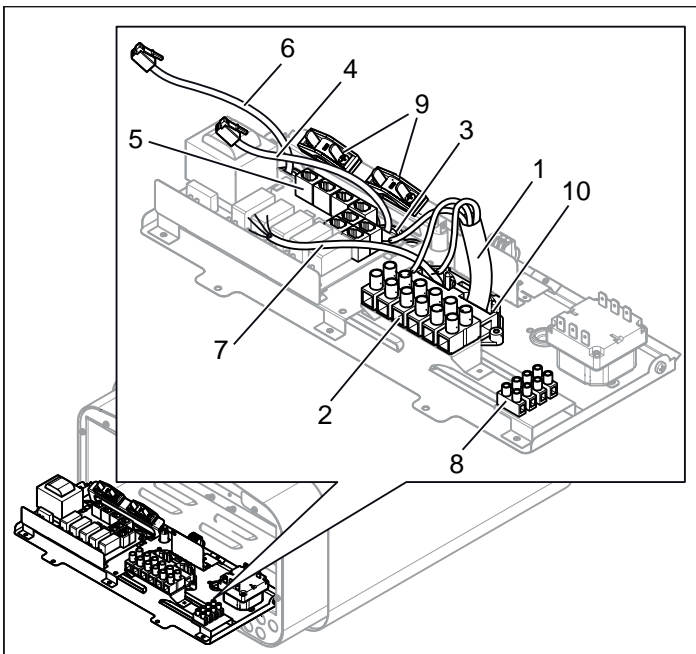
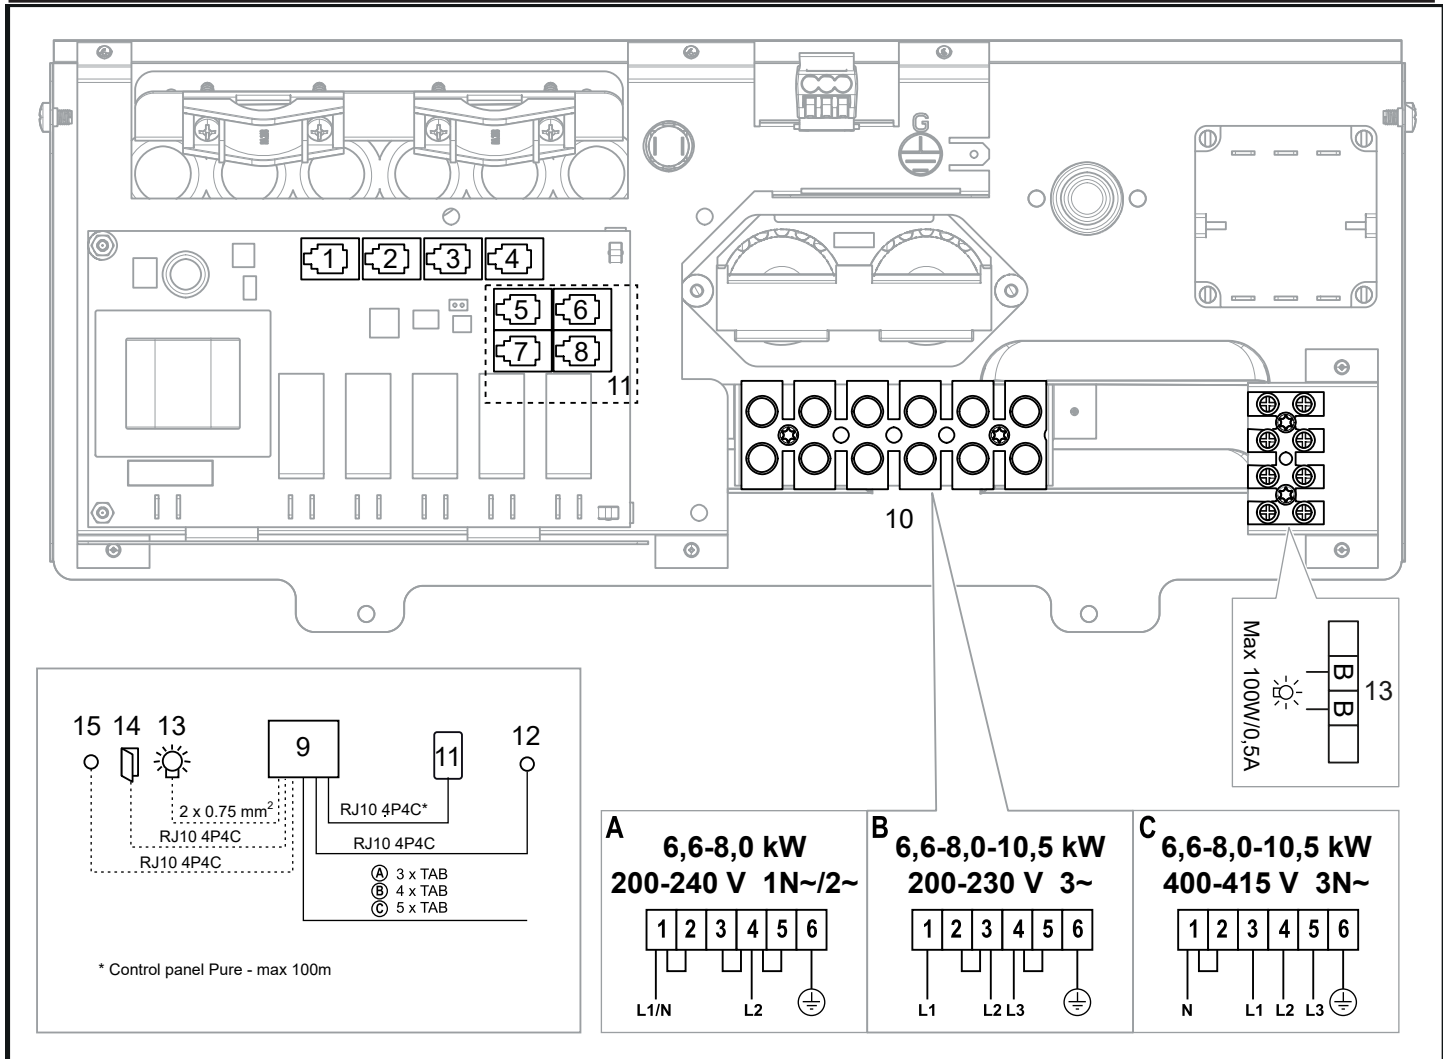

Abb. 9: Platine
Abb. 17: Schaltplan
3. Schließen Sie das Stromkabel (1) gemäß dem Schaltplan, siehe Abschnitt „Anschluss/Schaltplan“, Seite 17, an die Klemme (2) an, siehe Abb. 9.
4. Ziehen Sie die Kabel für die Steuerung und den Temperatursensor durch die Kabeldurchführungen (3). Schließen Sie das Kabel (4) der Steuerung gemäß dem Schaltplan, siehe Abschnitt „Anschluss/Schaltplan“, Seite 17, an eine der vier RS485-Buchsen (Position 5-8) (5) an, siehe Abb. 9.
5. Schließen Sie das Kabel (6) des Sensors gemäß dem Schaltplan, siehe Abschnitt „Anschluss/Schaltplan“, Seite 17, an die NTC-Buchse der Platine (Position 1) (5) an, siehe Abschnitt „Anschluss/Schaltplan“, Seite 17.
6. Schließen Sie gegebenenfalls das Kabel für die Beleuchtung (7), siehe Abb. 9, gemäß dem Schaltplan, siehe Abb. 17, Seite 17, an die Klemme (8) an.
Bei Anschluss an Spannungen oder Phasen, die nicht im Schaltplan Abb. 17 verzeichnet sind, wenden Sie sich an den Tyllö-Kundenservice.